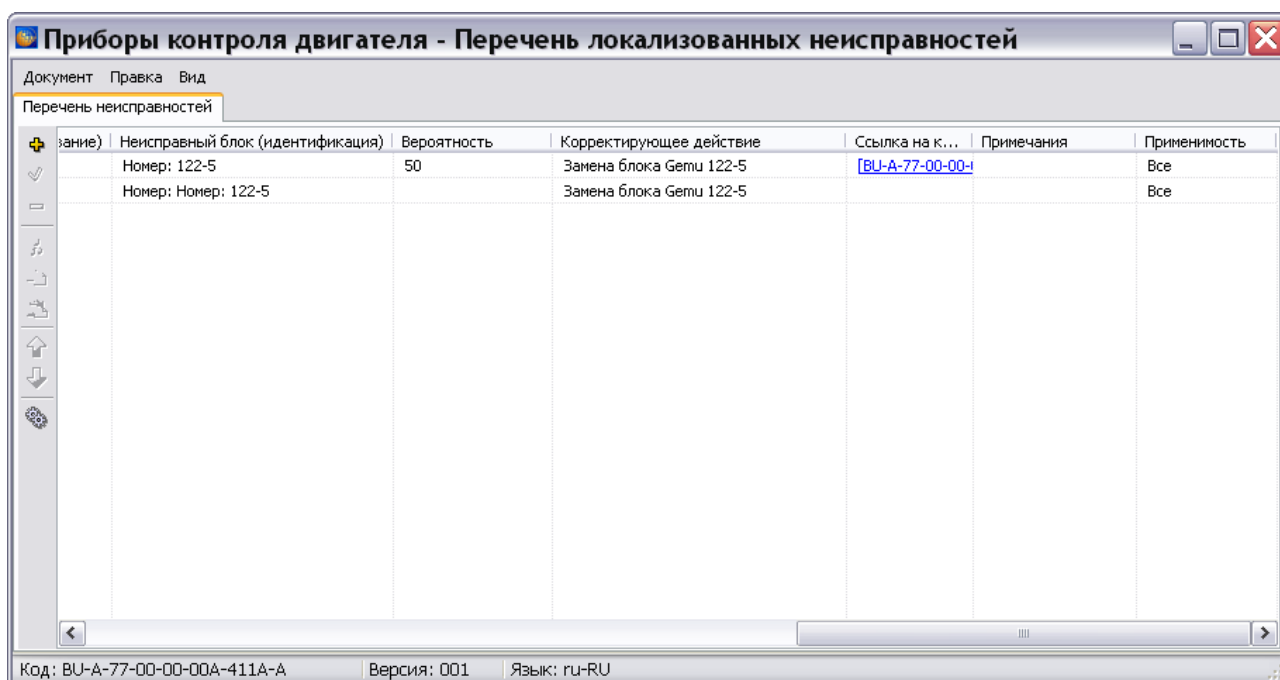

Рис. 22.84
3. Выделите версию модуля данных и нажмите на кнопку  **Редактировать**. При этом откроется окно редактора (Рис. 22.84).